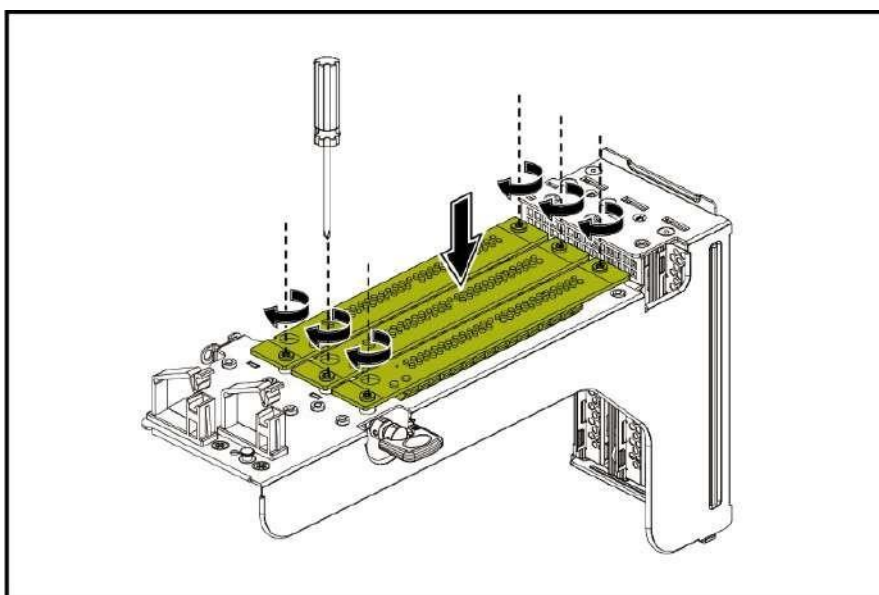

Рисунок 56 – Установка райзера в модуль PCIe
- Разместите райзер на посадочном месте модуля PCIe и зафиксируйте винтами при помощи крестовой отверткой (см. рисунок 56).